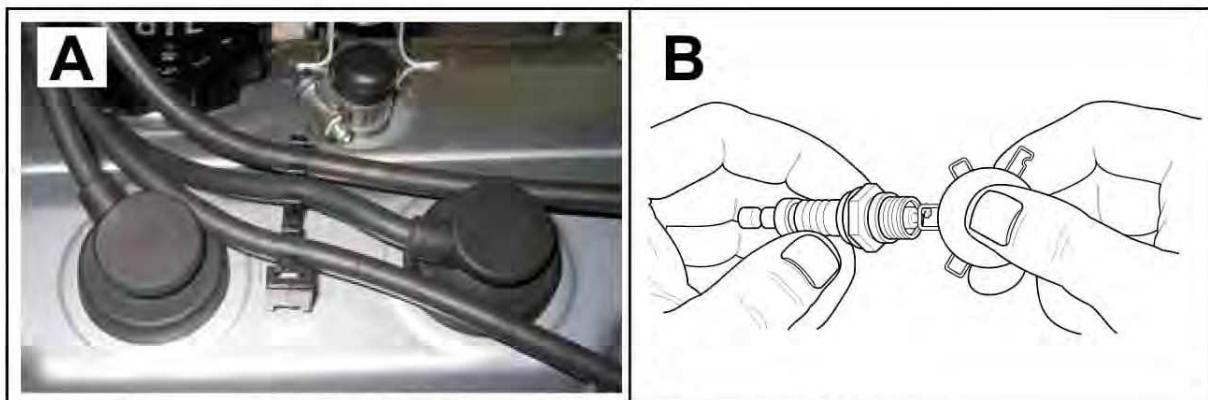

Рис. 5-15. Регулировка зазора свечей зажигания
2. Отсоедините кабели от клемм свечи зажигания. См. пункт «A» на Рис. 5-15
7. См. пункт «В» на Рис. 5-15. Проверьте зазор между свечами зажигания с помощью проволочного калибра толщины. Отрегулируйте зазор, осторожно согнув электрод **заземления**, согласно указанному ниже.